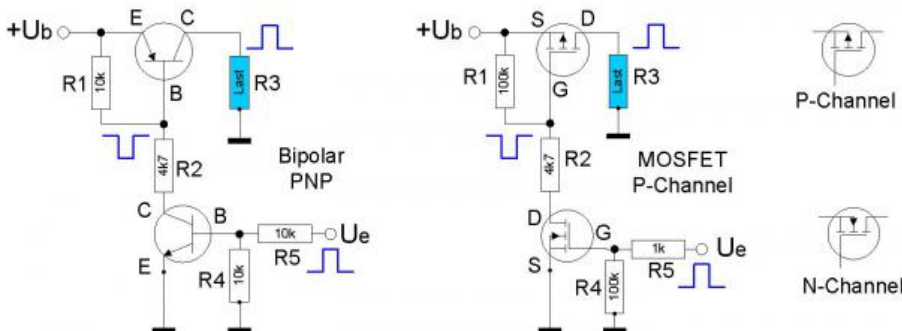

Abb. 4: Schalten der Versorgungsspannung mit "positiver" Logik
Besteht die Gefahr, dass Wechselspannungen, z.B. HF, in die Zuleitung zum steuernden Transistor einkoppeln, kann dem mit einem Kondensator von 10 bis 100 nF an der Basis bzw. am Gate begegnet werden. Dieser Kondensator bildet mit dem Serienwiderstand, z.B.  $R_5$  in Abb. 4, einen Tiefpass mit entsprechender Impulsverformung. Da es uns hier nur um das zeitweise Ein- und Ausschalten geht, soll uns das nicht weiter stören.
1. Eine Schaltung ähnlich Abb. 4 in die Spannungsversorgung der Relais einschleifen, wobei die Basis bzw. das Gate des unteren NPN / N-Channel MOSFETs mit einem RC-Glied versehen wird, dass nach dem Einschalten die Versorgungsspannung erst nach 1-2 sec. durchschaltet. Während dieser Zeit muss der Microcontroller in die Gänge kommen und dem PCF8574 ein Ansteuerungssignal schicken.